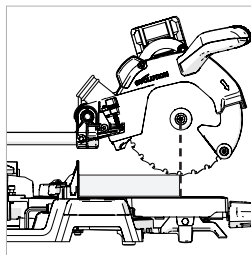

Fig. 39
- Agarre el mango de corte y tire de la cabeza de corte hacia delante hasta que el eje (centro de la hoja de la sierra) esté sobre el borde delantero de la pieza de trabajo. **(Fig. 39)**